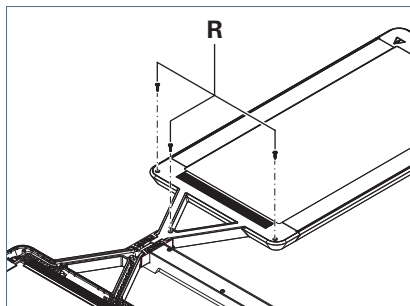

Fig. 26: Avvitare la copertura.
► Avvitare la copertura con le tre viti **R**, vedere Fig. 26.